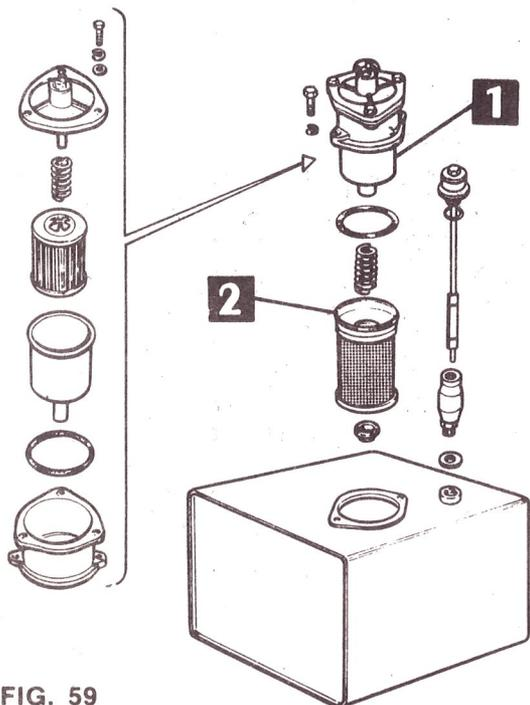

FIG. 59
- Démontez le filtre de retour (1, fig.59).
- Nettoyer soigneusement le filtre d'aspiration (2) qui se trouve sous le filtre de retour.